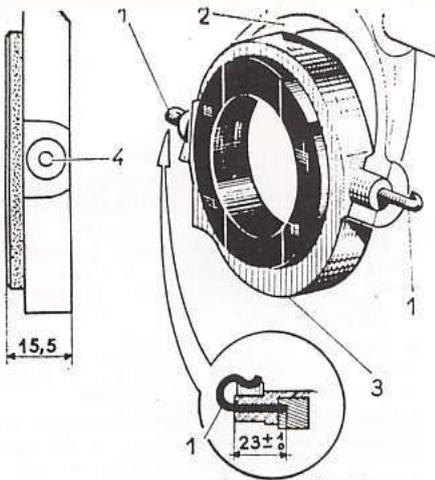

Fig. 38. — Butée de débrayage
- Faire pivoter vers le bas les crampons (1) (fig. 38) qui maintiennent le support de butée sur la fourchette et les dégager latéralement.
- Percer deux trous (4) (fig. 38) ayant un diamètre de $3 + 0,25$ mm et une profondeur de 23 ± 1 .